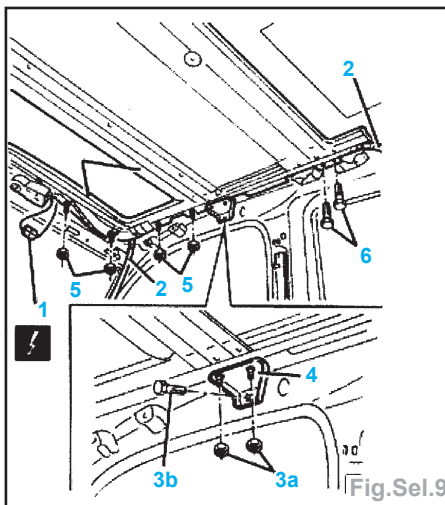

Fig.Sel.9
• les vis (1) de fixation AV de la garniture de toit,
• les joints d'entrée de portes (2) (partiellement sur la partie supérieure),
• les fixations velcro (3) et la garniture de toit (4) en la sortant par la porte AV D.
- Mettre le toit ouvrant en position fermée (Fig.Sel.9) :